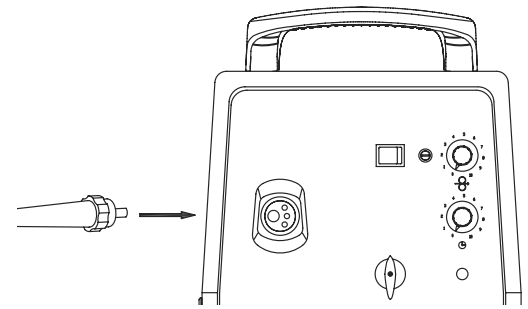

ABB. 4
### 4.2 SCHWEISSBRENNNERANSCHLUSS AM GERÄT (ABB.4)
- Die Seitenwand öffnen. Den Plastikgriff (A) lockern und senken, und den Drahtandrückhebel (B) lösen (Abb.4). Den Draht abschneiden (falls er bereits eingeführt wurde), mit der Zange immer festhalten, damit er sich nicht abrollt, und mit der dafür vorgesehenen Bohrung an der Rolle verbinden. Die Gasdüse abschrauben und die Stromdüse des Brenners abnehmen; mit einer Zange den Draht aus der Ummantelung ziehen.